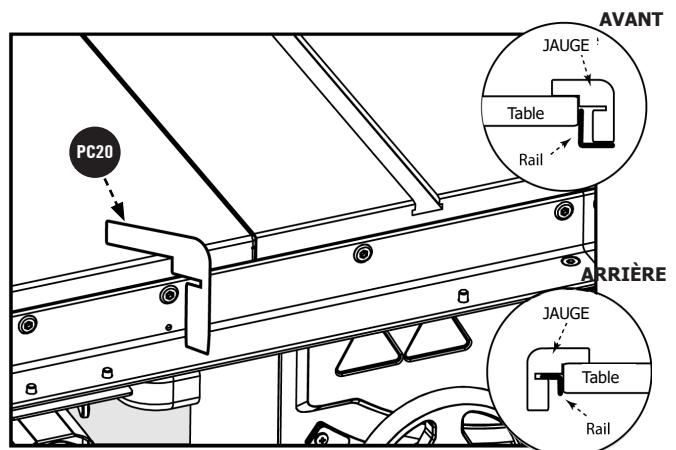

Figure 6
- Utilisez le gabarit d'alignement des rails **HP20** fourni pour vous assurer que le rail est à la bonne distance du haut de la table, de chaque côté de la table en fonte. Voir la Figure 6.